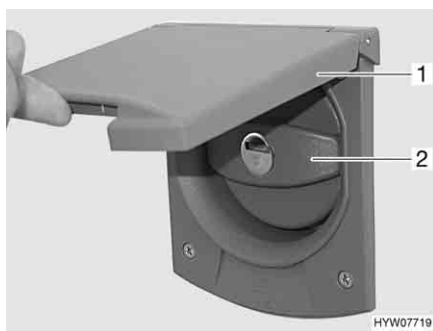

Fig. 58 Coperchio per bocchettone di riempimento dell'acqua potabile
- Alzare lo sportello esterno (Fig. 58,1) verso l'alto.
- Ruotare il coperchio blu (Fig. 58,2) di un quarto di giro.